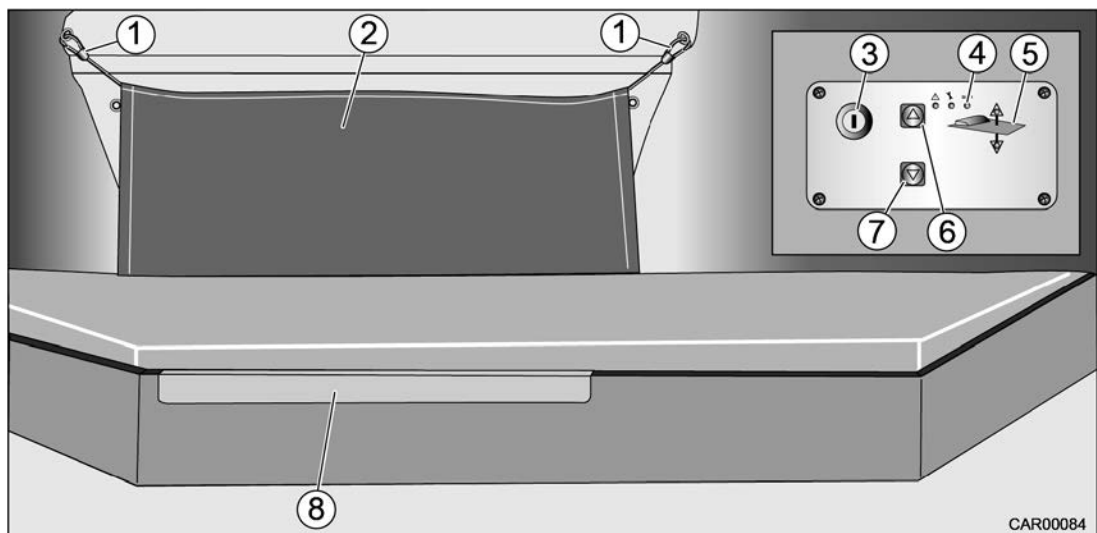

Fig. 78 Lit de pavillon central électrique, abaissé
3. Activer le panneau de commande du lit de pavillon avec l'interrupteur à clé (Fig. 78/3).
4. Déplacer le lit de pavillon vers le bas en appuyant sur la touche fléchée ▼ (Fig. 78/7). Le lit de pavillon peut être arrêté à toute position souhaitée et stoppe automatiquement en position extrême.
5. Mettre en place un filet de sécurité (Fig. 78/2). Pour cela, accrocher les deux mousquetons (Fig. 78/1) par le haut dans les crochets.
6. Accrocher l'échelle fournie dans le rail prévu à cet effet (Fig. 78/8).
2. Décrocher le mousqueton (Fig. 78/1) du filet de sécurité (Fig. 78/2) et poser le filet de sécurité sans plis sur le lit de pavillon.
4. Activer le panneau de commande du lit de pavillon avec l'interrupteur à clé (Fig. 78/3).
5. Déplacer le lit de pavillon vers le haut en appuyant sur la touche fléchée ▲ (Fig. 78/6). Le lit de pavillon peut être arrêté à toute position souhaitée et stoppe automatiquement en position extrême.
- Le panneau de commande du lit de pavillon se désactive automatiquement et doit de nouveau être activé avec l'interrupteur à clé (Fig. 78/3) avant une opération.
- Chaque fois que le lit de pavillon a atteint le fin de course, la LED (Fig. 78/5) clignote trois fois sur les symboles à flèches.
- Lorsqu'une alarme se déclenche, (p. ex. suite à une tension trop faible de la batterie ou à un actionnement du lit de pavillon surchargé), appuyer sur le bouton « Reset » (Fig. 78/4). Dans ces cas, la LED de la touche à flèche ▲ (Fig. 78/6) clignote rapidement.
Déplacer d'abord le lit de pavillon vers le haut jusqu'au fin de course avant de pouvoir l'utiliser de nouveau normalement. En atteignant le fin de course, le clignotement rapide s'éteint. Le triple clignotement de la LED (Fig. 78/5) sur les symboles à flèches confirme que la position extrême correcte a été atteinte.
- Après l'actionnement du lit de pavillon, toujours désactiver le panneau de commande du lit de pavillon avec l'interrupteur à clé (Fig. 78/3).